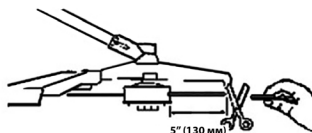

Рис.4
1. Совместите отверстие в ступице редуктора с отверстием вала (рис.4). Вставьте фиксирующий стержень в отверстие ступицы. Наденьте внутренний прижим.